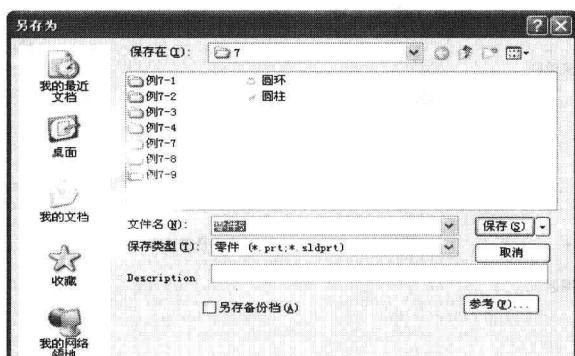

图 1-7 “另存为”对话框
2. 设置保存类型。此时系统弹出如图 1-7 所示的“另存为”对话框。在对话框中的“保存在”一栏用于选择文件存放的文件夹;“文件名”一栏用于输入要保存的文件名称;“保存类型”一栏用于选择所保存文件的类型。通常情况下,在不同的工作模式下,系统会自动设置文件的保存类型。
在图 1-7 所示的“另存为”对话框中,可以保存文件的同时保存一份备份文件。保存备份文件,需要预先设置保存的文件目录。设置备份文件保存目录的步骤如下: